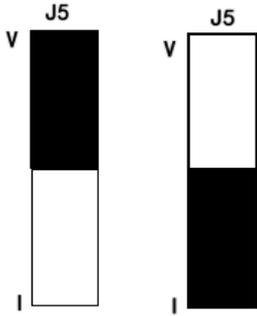

图1 J5 跳线短路帽插接示意图
2. AI2 可为 0~10V 或 0~20mA 输入，可通过控制板上 J5 跳线短路帽选择电压或电流输入,当跳帽插接在 I 端时, AI2 端子选择 DC0/4mA~20mA 电流信号输入，当跳帽插接在 V 端时, AI2 端子选择 DC0V~10V 电压信号输入（具体盖帽插接示意图如下图 1 所示，黑色部分代表短路帽）。